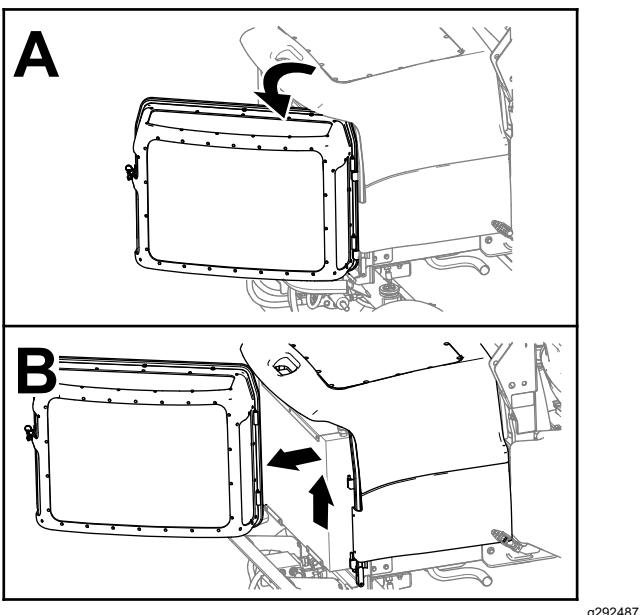

Figura 66
3. Sbloccate la griglia del motore, apritela e sollevatela dalla macchina (Figura 66).